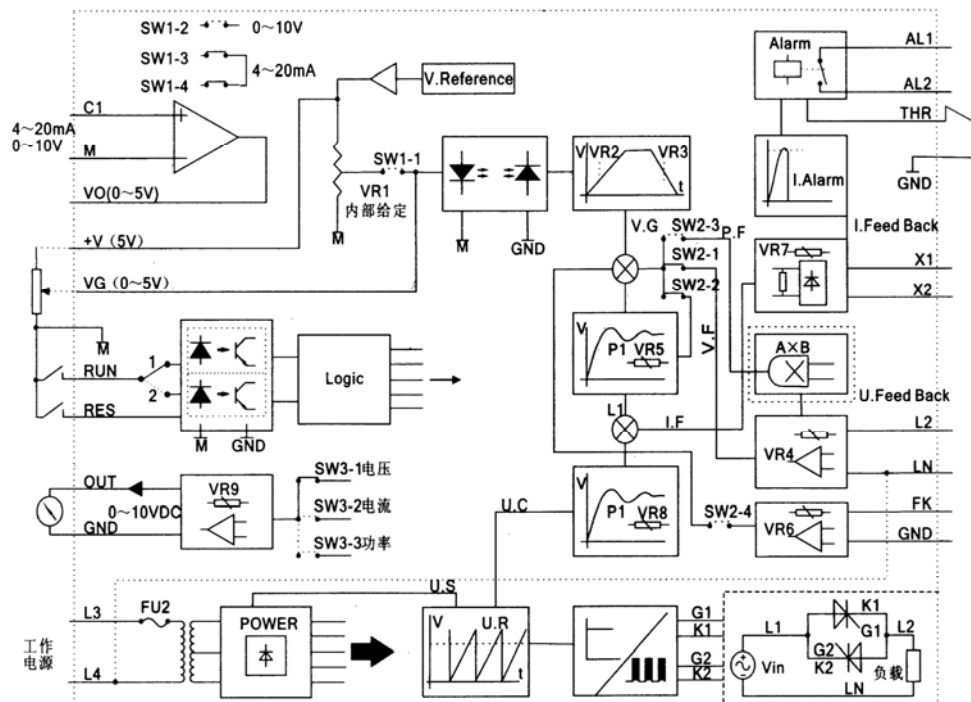

图 4-1 控制框图
以标准控制电压等级的调压器为例，说明 **ZK1000** 的操作过程。按照图 4-1 将调压器各部分的连接接好后可对调压器进行实验：
**内部电压反馈：**反馈信号取自负载两端（L2、LN，见图 4-1），调压器内部已接 L2 端，另一端接于端子 LN。在调压器主回路电压和控制电压等级相同时，出厂已用跳线将 LN 与 L4 短接，见图 4-1 和后面的应用接线，如应用于其他方式（如调压器置于变压器二次侧），反馈点发生变化，使用时要去掉 LN 与 L4 的短接线，见 2.6.4 节。选择恒电压输出方式，拨码开关按如下设置：